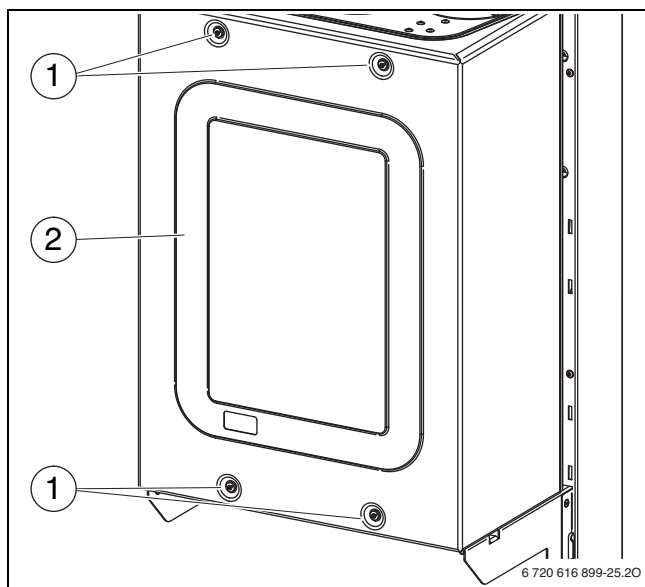

Fig. 56 Ouvrir le caisson d'air
- ▶ Dévisser les 4 vis (→ fig. 56, [1]) et retirer le couvercle de caisson [2].